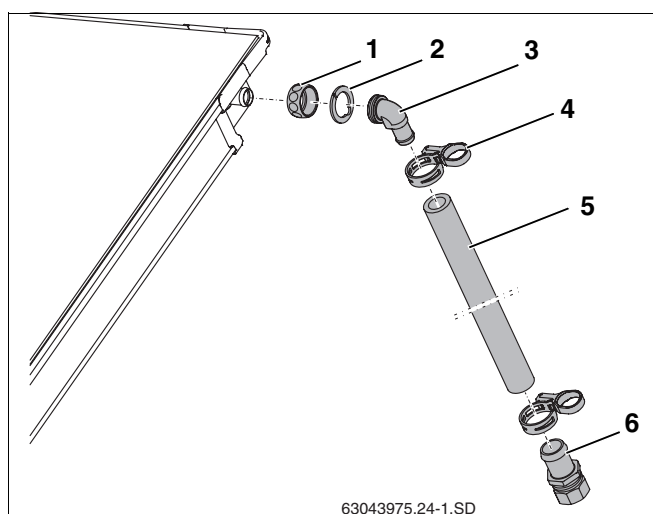

Fig. 35 Montaggio della tubazione di mandata
- Spingere il dado di raccordo (fig. 35, **pos. 1**) sopra gli attacchi del collettore.
- Disporre la rondella di fissaggio (fig. 35, **pos. 2**) dietro il bordo dell'attacco del collettore e fissare premendo.
- Con una pressione, applicare la boccola angolare con il relativo o-ring (fig. 35, **pos. 3**) sull'attacco; successivamente allineare la boccola e avvitarla con il dado di raccordo.
- Spingere il tubo di gomma lungo per solare (1000 mm, fig. 35, **pos. 5**) sulla boccola angolare e fissare in posizione con la fascetta elastica (fig. 35, **pos. 4**).
- Infilare la boccola per tubo flessibile con il giunto a bocchettone con anello di bloccaggio (fig. 35, **pos. 6**) dentro il tubo di gomma per solare fino all'arresto e fissare in posizione con la fascetta elastica.
- Collegare la tubazione di adduzione alla boccola per tubo flessibile R^{3/4} con il giunto a bocchettone con anello di bloccaggio (18 mm) (fig. 35, **pos. 6**).